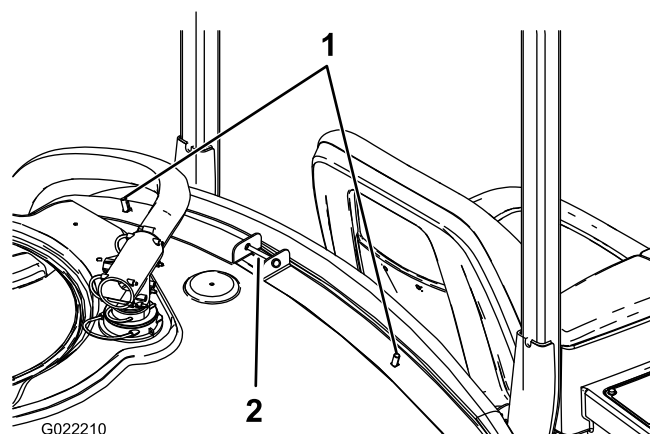

Figura 2
2. Instale 2 pernos de cuello cuadrado en los taladros interiores superiores de los flejes delanteros del depósito (Figura 2).